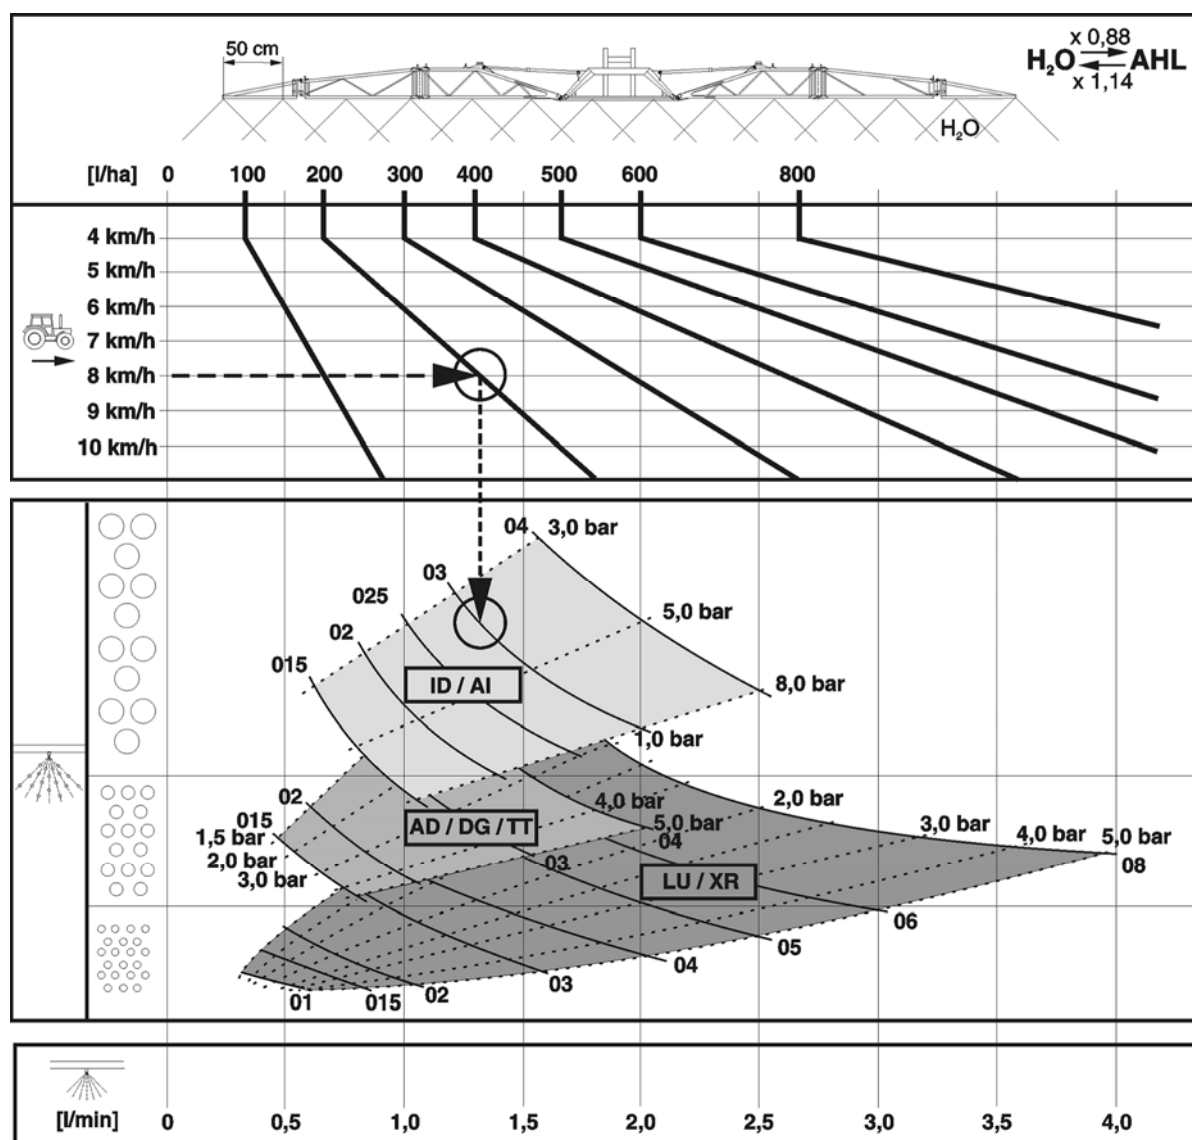

Рис. 204
- Все приведенные в таблицах параметров опрыскивания нормы расхода [л/га] действительны для воды. Для пересчета на раствор мочевины и нитрата аммония (AHL) умножьте указанные нормы расхода на 0,88, а для пересчета на азотно-фосфорные растворы (NP) – на 0,85.
- Рис. 204 служит для выбора подходящего типа форсунки. Тип форсунок выбирается исходя из: